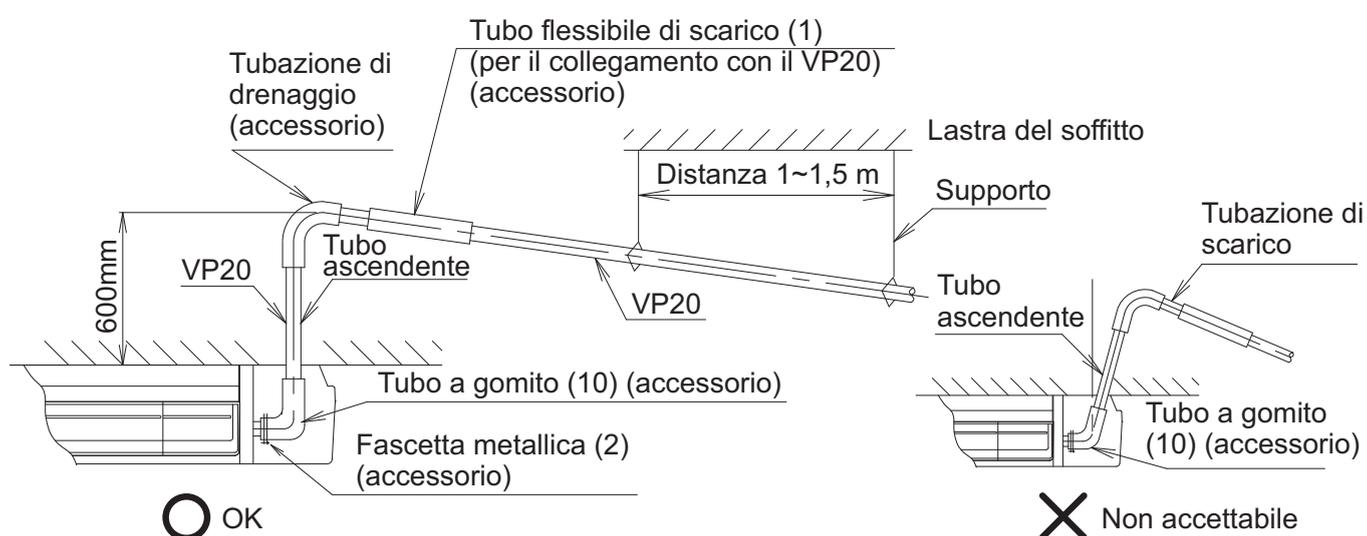

Fig. 29
- Installare i sostegni a una distanza compresa tra 1 m e 1,5 m, in modo che le tubazioni non possano deviare. **(Fare riferimento alla Fig. 29)**
- Installare il tubo ascendente di drenaggio verticalmente. **(Fare riferimento alla Fig. 29)**